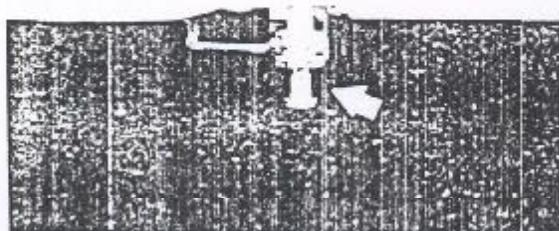

Figura 8.23.4 - Batente do capuz
- Caso necessário, remover o batente, de seu suporte no capuz (Figura 8.23.4).